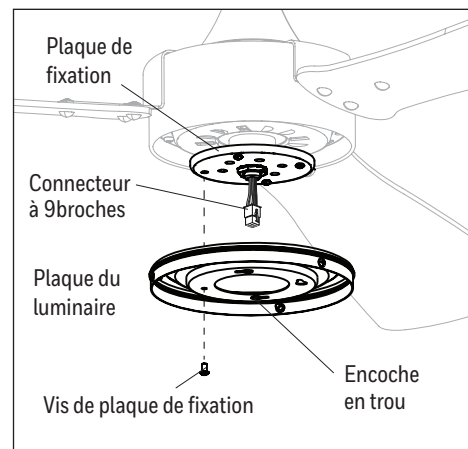

Figure 5.6
- Retirez l'une des quatre vis de plaque de fixation préassemblées à la plaque de fixation et desserrez les trois autres vis sans les retirer. Faites passer le connecteur à 9 broches dans le trou central de plaque du luminaire. Alignez les encoches en trou de serrure de la plaque du luminaire sur les vis desserrées de la plaque de fixation. Tournez la plaque de luminaire dans le sens des aiguilles d'une montre et remplacez la vis de plaque de fixation retirée précédemment. Serrez toutes les vis (Figure 5.6).